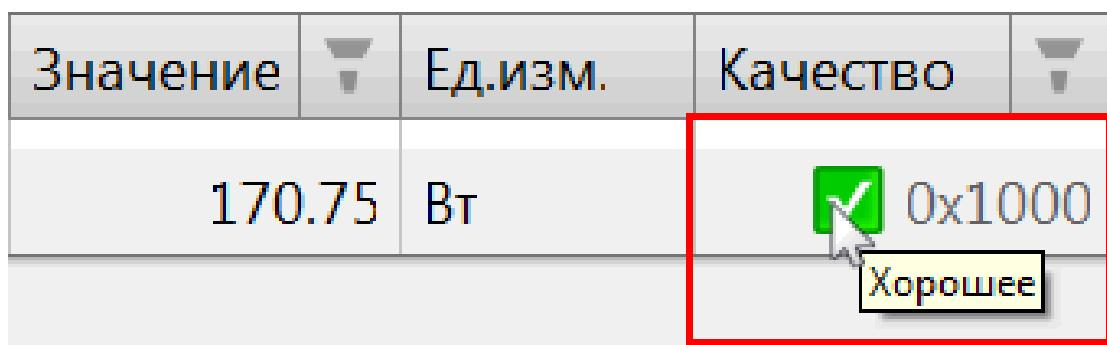

Рисунок 19 - Качество
- В столбце **Качество** при наведении на иконку качества отображается тип сигнала (хорошее, недостоверное и т.д.) (Рисунок 19).